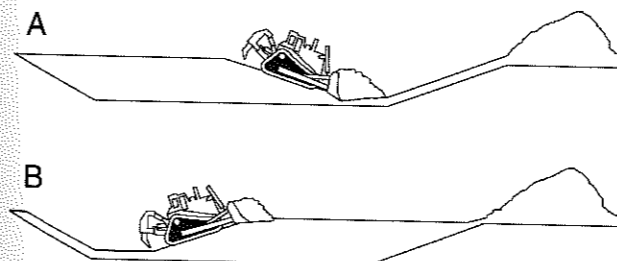

Ilustración 128
Comience en el extremo de la zona de descarga y trabaje hacia atrás. Vea el diagrama (A) en la Ilustración 128 . Se puede cargar la hoja a medida que se mueve cuesta abajo. Además, se puede acarrear después la carga en una superficie horizontal. La técnica que se muestra en el Diagrama (B) no es tan eficiente como la técnica que se muestra en el Diagrama (A). En el Diagrama (B), la máquina está empujando una carga cuesta arriba y el operador no utiliza la zanja. El nivel de explotación a través de toda la zanja no será eficiente porque la distancia promedio para empujar el material hasta la zona de descarga será mayor.